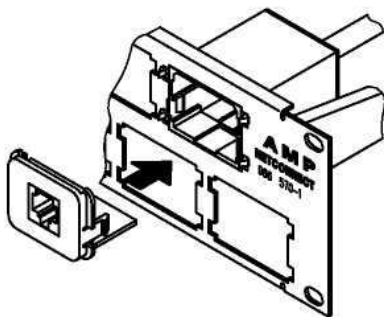

Figure 10 / Abbildung 10
19. System inserts are inserted from the front of the panel (see figure 10).
19. Verteilfeld von vorne mit Systemeinsätzen (Inserts) bestücken (siehe Abbildung 10).